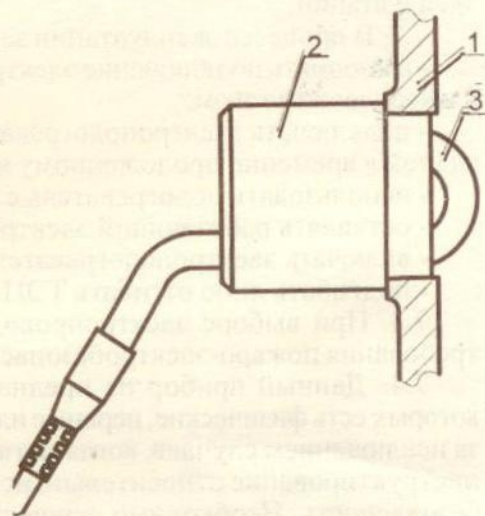

Рис. 4.3
4.2.5 Электроподогреватель без прижима (см. рис. 4.3) установите в отверстие под заглушку и запрессуйте с помощью молотка (конусную часть корпуса электроподогревателя желательно смазать герметиком).